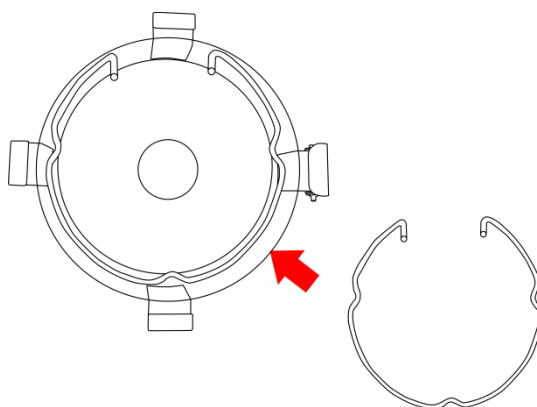

Fig. 06
- 05) Rimontare l'anello di fissaggio (Fig. 06).